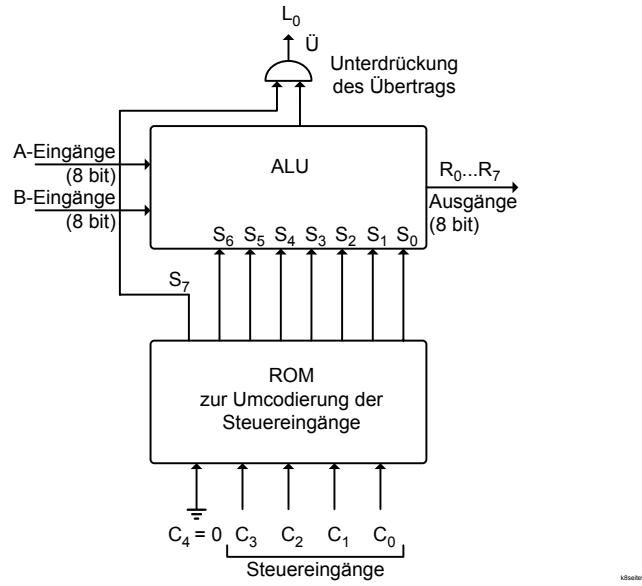
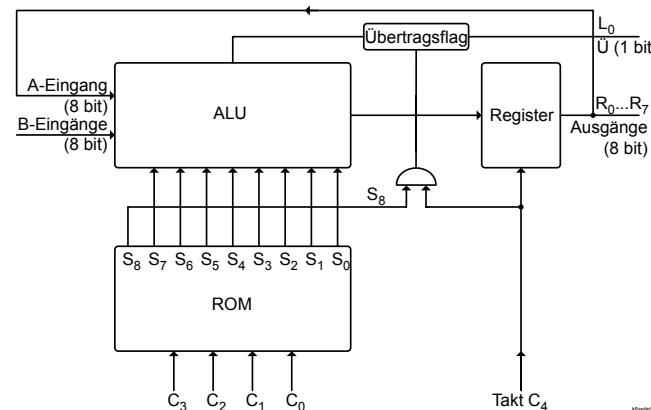

Abb. 8.6: ALU mit Steuer-ROM
Abb. 8.7: Akkumulator
Um die "alte" Schaltung nach Abb. 8.5 weiterhin benutzen zu können, und trotzdem nur diese 13 Funktionen zu erhalten, müssen die Steuerworte umkodiert werden. Dazu dient ein ROM, mit dessen Hilfe es nun möglich ist, die Schaltung mit einem 4-Bit-Steuerwort sinnvoll zu betreiben. Die Funktion der Schaltung ist aus Tab. 8.2 ersichtlich, die Schaltung selbst ist in Abb. 8.6 dargestellt.
- Erklären Sie den Grund für die Existenz des 8ten Bits (S_7) am ROM-Ausgang zur Unterdrückung des Übertrages nach Abb. 8.6. Überlegen Sie dazu, wann ein Übertrag sinnvoll ist, und wozu man ihn verwendet.
Ergänzt man die Schaltung von Abb. 8.6 durch Verwendung eines **Registers** (Speicher 8 Bit) und eines **Flag** (1-Bit-Speicher), so erhält man eine Schaltung nach Abb. 8.7.
Mit Hilfe des **Registers** ist es nun möglich, die Ergebnisse der ALU zwischenspeichern. Der Ausgang der ALU dient als Eingang des Registers, steuert also im Gegensatz zu Abb. 8.6 nicht mehr unmittelbar die Ausgabezeile der LED Matrix an. Mit Hilfe des Takt-Schalters *CLK* kann der Ausgang der ALU ins Register übernommen werden, also zwischengespeichert werden. Dazu muss er kurz auf "1" geschaltet werden (getakteter Betrieb). Der alte Registerinhalt wird dabei überschrieben. Am Registerausgang steht der Registerinhalt zur Verfügung. Er wird an in dem *R*-Register der LED Matrix angezeigt und steht zusätzlich der ALU als Eingangsgröße zur Verfügung und kann mit den B-Größen verknüpft werden. Das Register dient also nicht nur der Zwischenspeicherung der Daten, sondern ersetzt die A-Schaltergruppe von Abb. 8.6 (Rückkopplung Registerausgang - ALU-Eingang).
wird er in einem **Flag** gespeichert. Ob das Flag getaktet wird oder nicht, wird von einen zusätzlichen Bit im ROM bestimmt (UND-Funktion). Das ist notwendig, damit ein Übertrag nur bei sinnvollen Operationen gespeichert wird (z. B. nur arithmetische). Man kann das ROM als Befehlsdekomplizierer und Steuerwerk gleichzeitig ansehen. Im Weiteren wird die gesamte Schaltung nach Abb. 8.7 mit Akkumulator bezeichnet.
Die Funktionen, die mit diesem Akkumulator ausgeführt werden können, lassen sich aus Tabelle 8.2 ableiten (Akku = A.): In Tab. 8.3 sind die Funktionen der Schaltung nach Abb. 8.7 unter Berücksichtigung der Rückkopplung (Registerausgang – ALU-Eingang) dargestellt. Die in der Spalte "Abkürzung" (Abk.) verwendeten Ausdrücke sind allgemein gebräuchlich und von englischen Bezeichnungen abgeleitet. Aus der Spalte "Übertrags-Flag" (Ü-Flag) kann entnommen werden, ob das Flag getaktet wird oder nicht. In vielen Mikroprozessoren wird dieses Flag auch bei logischen Operationen getaktet. Da hierbei aber normalerweise kein Übertrag entsteht, wird das Flag gelöscht. Die Schaltung nach Abb. 8.7 wurde in **System 2** implementiert.
- b) Dokumentieren Sie Ihre Vorgehensweise und erklären Sie den Datenfluss im Schaltbild nach Abb. 8.7 ähnlich wie im Beispiel.